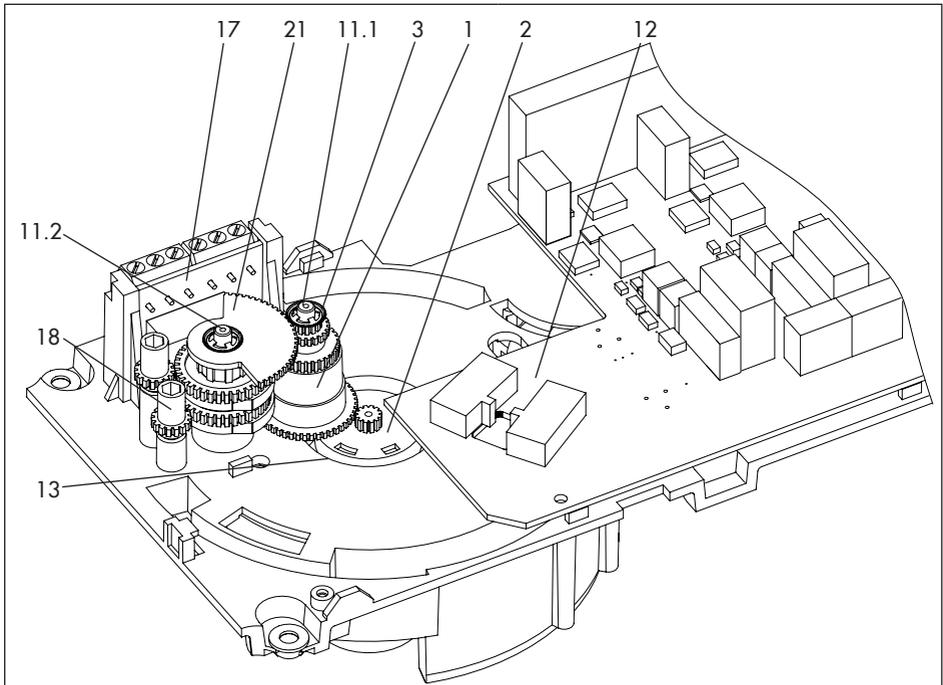

Fig. 7: Montaggio successivo di finecorsa
le camme di contatto (19) sono già premontate con il supporto camme (20) e gli anelli di sicurezza (9) a formare l'unità camme di contatto (21, cfr. Bild 7, pagina 13).